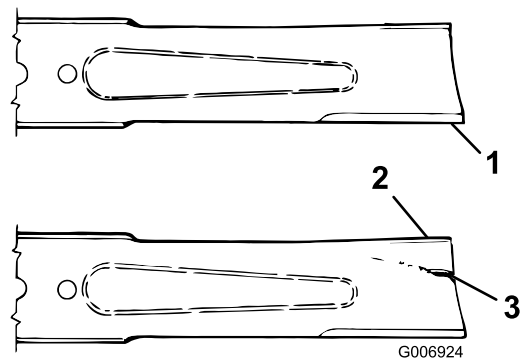

Bild 86
3. Prüfen Sie die Schnittkanten des Messers sorgfältig, insbesondere dort, wo die geraden Flächen die gebogenen berühren (**Bild 86**). Wenn Sie Abnutzungen (**Bild 86**) feststellen, sollten Sie das Messer auswechseln, siehe Entfernen des Schnitmessers \(Seite 67\)